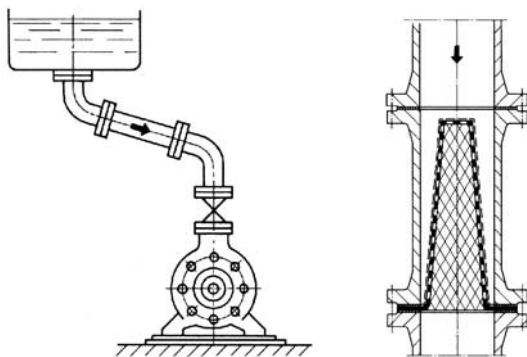

Fig. 18 - Sucção positiva com filtro tipo chapéu
- p)** As tubulações e o tanque de sucção devem ser submetidos a uma criteriosa lavagem antes da instalação ser posta pela primeira vez em funcionamento. Ocorre entretanto, que pingos de solda carepas e outras impurezas desprendem-se muitas vezes somente após algum tempo, principalmente quando do bombeamento de líquidos quentes. Para proteger a bomba deve ser sempre previsto a instalação de um filtro na sucção tipo chapéu como mostra a fig. 18. Este filtro deve ser feito em aço inoxidável com malha da tela de no máximo 0,5 mm e espessura de arame da tela de 0,25 mm. Após algumas semanas de funcionamento e não havendo mais impurezas, o filtro poderá ser removido.